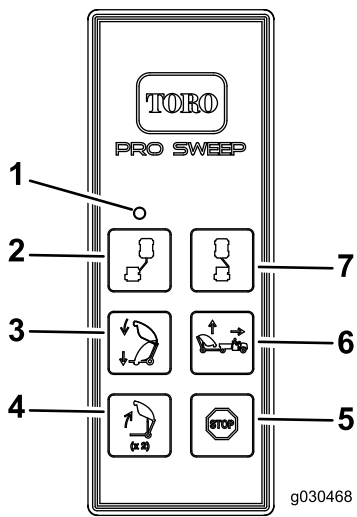

图 28
2. 在料斗处于行驶高度时按下料斗倾倒入按钮释放该按钮然后再次按住该按钮 图 28。